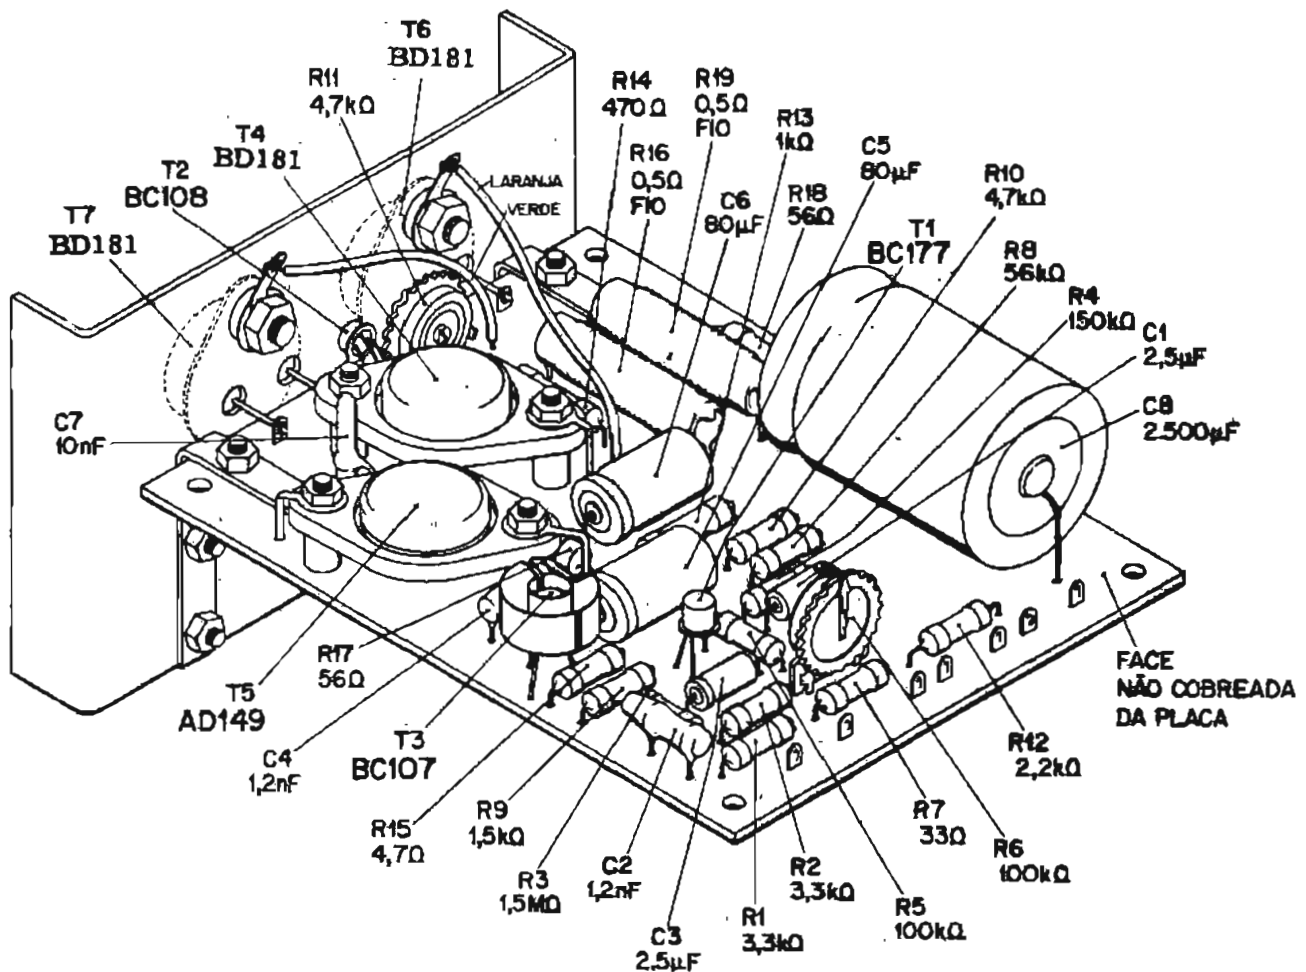

Figura 6 - Vista de conjunto do módulo amplificador concluído.
A posição de cada componente está indicada na face não cobreada da placa. A figura 6 mostra a disposição correta das peças.
Efetue as operações na seguinte ordem, orientando-se pela figura 6:
- 3 - Coloque e solde os 11 resistores de 1/4 W: R_1 , R_2 , R_3 , R_4 , R_5 , R_7 , R_8 , R_9 , R_{10} , R_{12} e R_{15} . Oriente-se pela figura 6.
- 8 - Alinhe e coloque os terminais de T_2 (BC108) como indicado na placa. Solde-os. Em seguida, incline o corpo do transistor para fora da placa até que ele fique em posição horizontal. Veja figura 6.
- 9 - Introduza e solde os terminais dos potenciômetros R_6 de 100 k Ω e R_{11} de 4,7 k Ω nos furos correspondentes. Ajuste o cursor de R_6 na posição central (o ressalto do disco plástico dentado deve apontar para cima, conforme figura 6). O cursor de R_{11} deve ter o ressalto de referência orientado no sentido da seta assinalada na placa.
- 16 - Coloque e solde o capacitor cerâmico C₇, "pin-up" de 10 nF, na posição indicada na figura 6.
- 17 - Descasque 5 mm das extremidades dos fios de cor verde e laranja. Orientando-se pela figura 6, solde o fio laranja ao terminal de T₆ e o fio verde ao terminal de T₇. Corte o fio verde com 6 cm de comprimento e o fio laranja com 8 cm. Descasque 5 a 10 mm das extremidades dos dois fios. Encaixe o fio verde no ponto marcado com "COL 7" na placa de fiação e solde. Repita a operação com o fio laranja que deverá ser ligado ao ponto "COL 6".
Cuidado para não entortar os terminais do transistor. (Veja figura 6).
- Se todos os componentes estão na posição assinalada na figura 6.